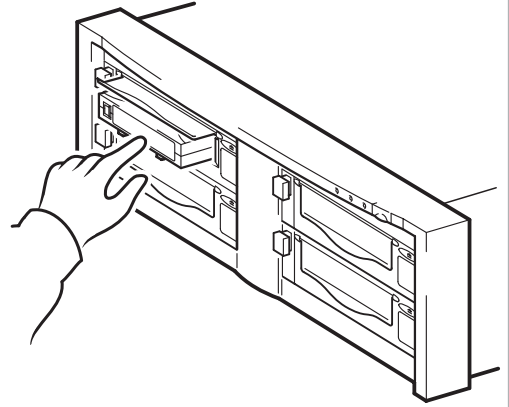

Figure 10b : utilisation de HP OBDR, étape 2
- 2 Maintenez enfoncé le bouton d'éjection du lecteur de bande. Tout en maintenant le bouton d'éjection enfoncé, mettez sous tension votre bibliothèque de bandeserveur (voir figure 10b). Cette opération active la procédure HP One-Button Disaster Recovery. Relâchez le bouton d'éjection dès que le voyant Ready (Prêt) situé sur le panneau avant clignote en mode OBDR. Il clignote de manière répétée : clignotant-fixe-clignotant.